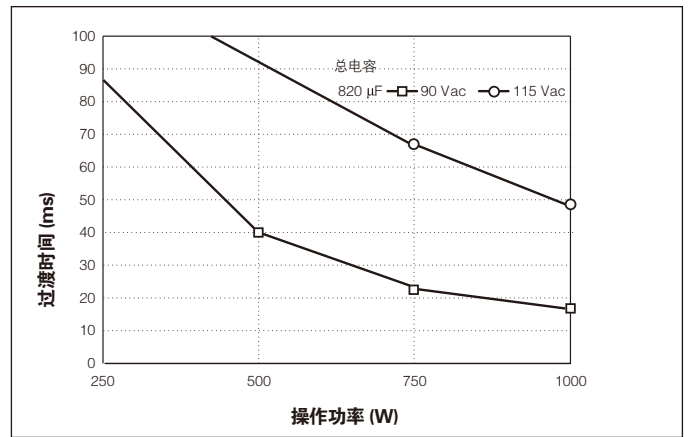

图 8-9 过渡时间与输出功率的关系
**决定过渡时间** 如图 8-9 所示，过渡时间是市电电压和输出功率的函数。从图 8-9 可以看出，额定市电电压为 90 Vac 时，过渡时间为 68 ms，应当说明，过渡时间为市电电压的函数。